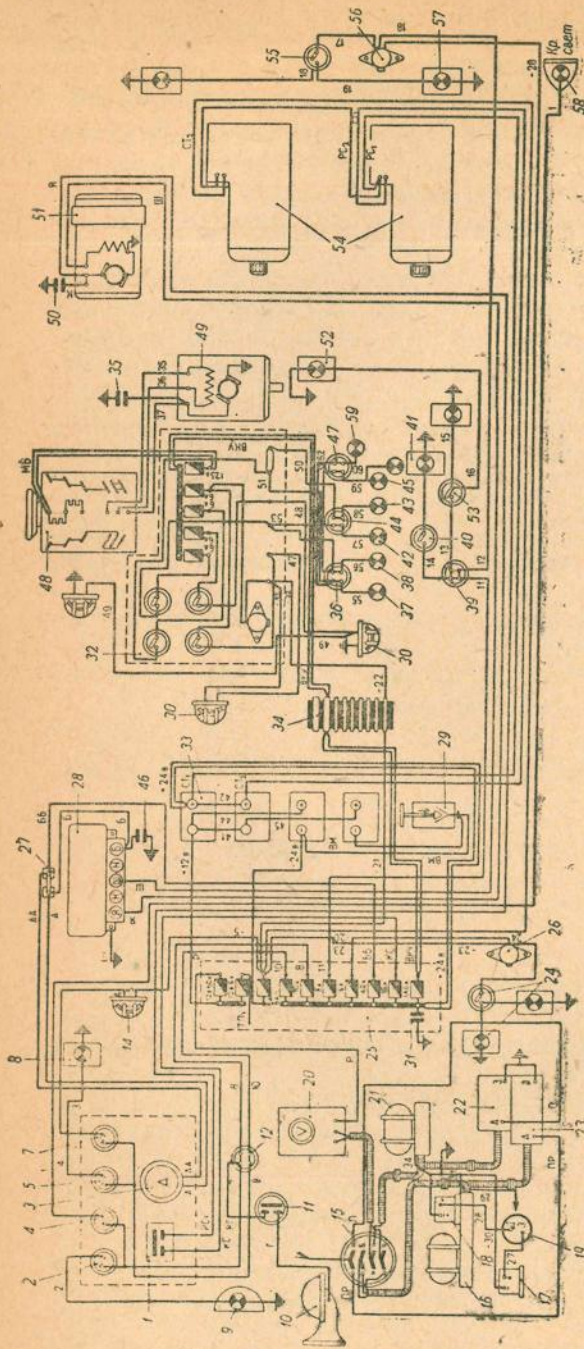

Рис. 54. Схема электрооборудования:
(рис. 54)
3. Отключить «верх» и «низ» ВКУ, отсоединить по пять концов кабеля «Р», провода минус аварийного освещения «21» (рис. 54) и сдвоенный питающий провод «ВКУ». Изолировать и свернуть концы проводов во избежание повреждений.